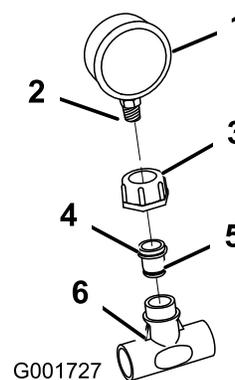

Bild 14
und das Reduzierstück in das Druckmanometer ein. Schrauben Sie das Reduzierstück mit einem Sechskantschlüssel in das Druckmanometer (Bild 14).
14. Befestigen Sie das Druckmanometer am T-Anschluss aus Kunststoff (Bild 14).